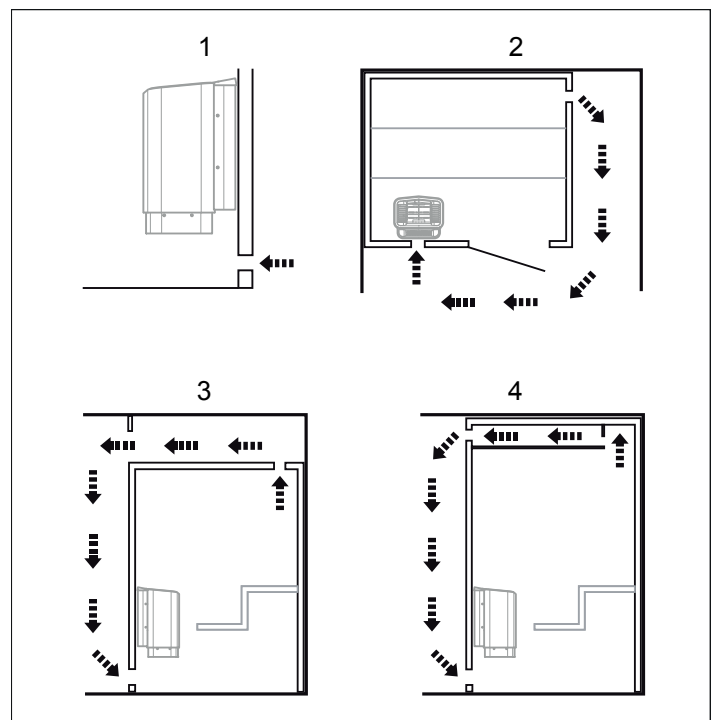

Abbildung 8: Positionierung der Be- und Entlüftungsöffnungen
- im größtmöglichen Abstand zur Belüftungsöffnung, also beispielsweise schräg gegenüber (siehe Abbildung 8).
- hoch oben an der Wand oder in der Decke (siehe Abbildung 8).